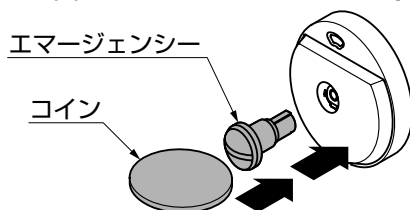

図2-2 エマージェンシーの操作
- ④エマージェンシーをおでかけサムターンと同様に差込み、コインで回転することを確認してください。(図2-2参照)